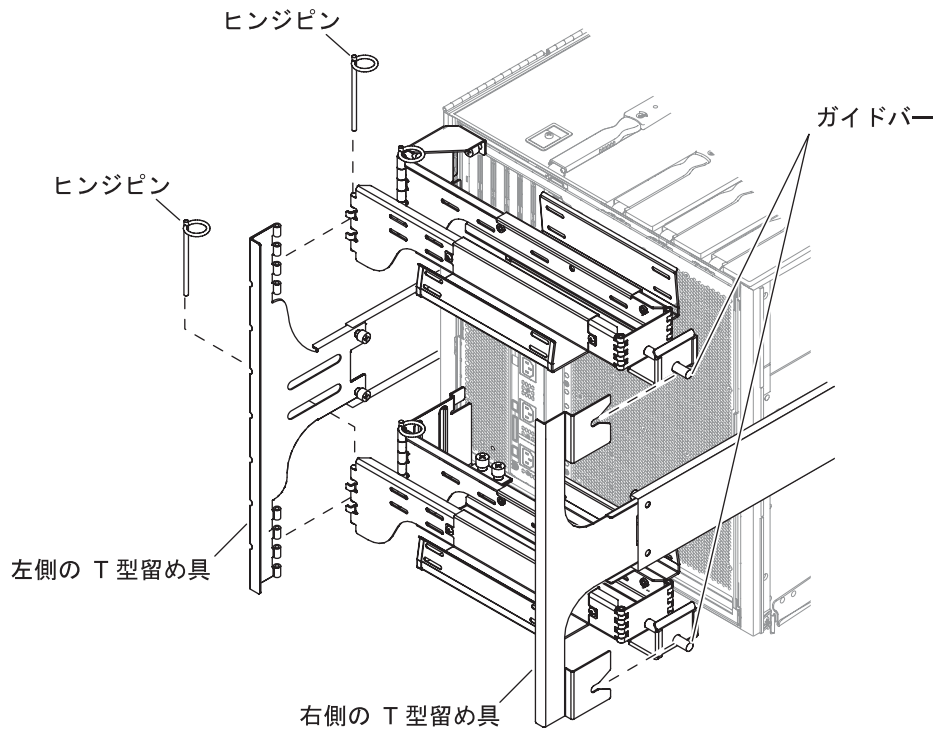

図 1-25 上部および下部の CMA アームの T 型留め具への取り付け
8. ヒンジピンを 1 つ使用して、上部 CMA アームを左側の T 型留め具に固定します (図 1-25)。
9. ヒンジピンを 1 つ使用して、下部 CMA アームを左側の T 型留め具に固定します (図 1-25)。